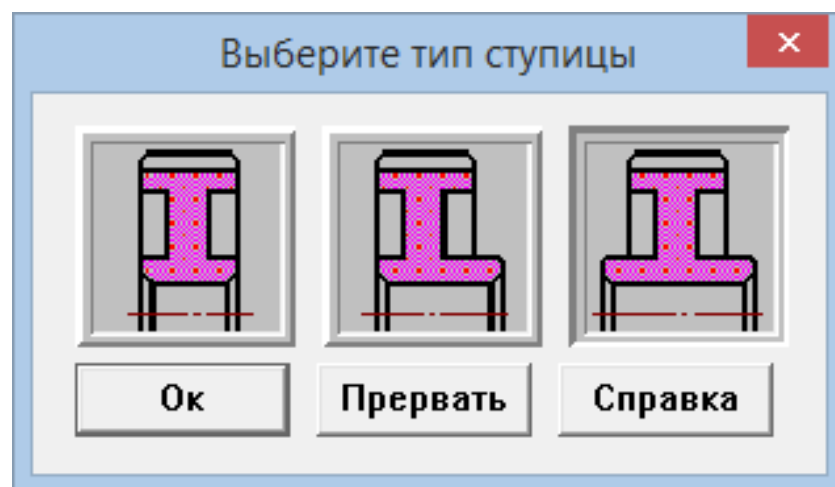

Рис. 5.3
- **Выбор типа ступицы.** Двойной щелчок левой кнопкой мыши в области изображения колеса (меню **Данные/Исполнение...**) вызывает открытие диалогового окна «**Выберите тип ступицы**» (рис. 5.3). Тип ступицы зубчатого колеса выбираем щелчком на одной из трех кнопок этого окна.